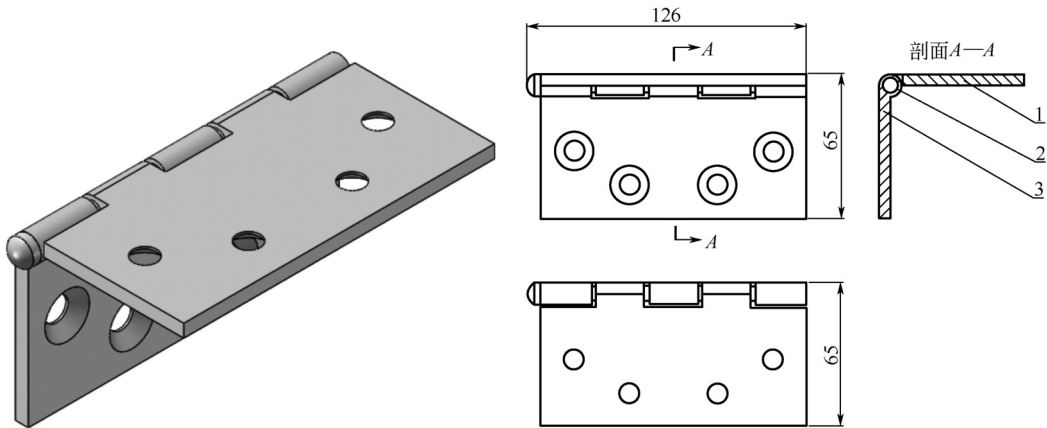

图 10-72 合叶装配体和工程图
(2) 合叶装配体和工程图，如图 10-72 所示，根据已经建立合叶装配体开始工程图设计，并完成尺寸标注和注解标注操作。